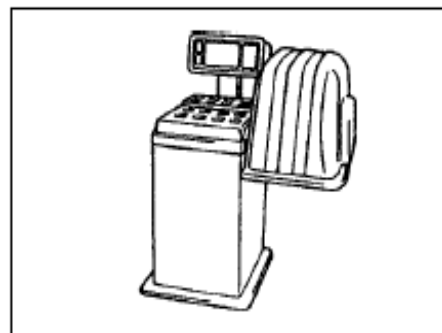

Рис. 229
3. Проверьте динамическую балансировку на стенде динамической балансировки (рис. 229)